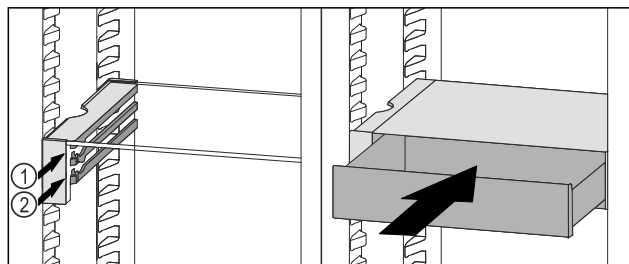

Fig. 66
- ▶ Predal VarioSafe namestite za zaustavljalnimi elementi na željeni nastavek Fig. 66 (1) ali Fig. 66 (2).